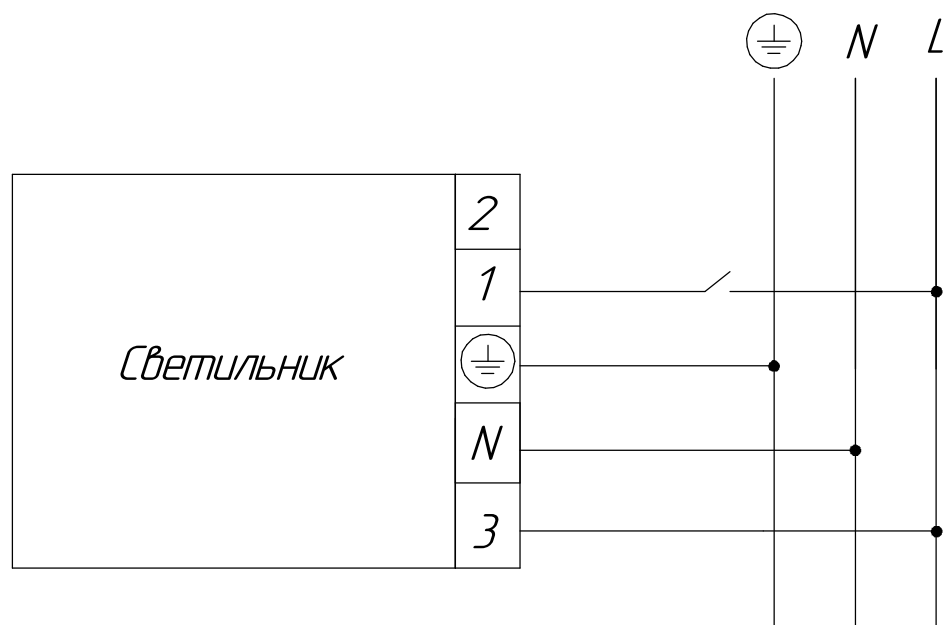

Рисунок 4 - Схема подключения светильника к сети
5.8 Подключение светильника с блоком аварийного питания производить согласно схеме (см. рисунок 4). Подключите фазовый провод некоммутированной сети освещения (т.е. между фидером и светильником не должно быть никаких выключателей, кроме автоматов защиты) к клемме 1, а фазовый провод коммутированной сети к клемме 3.